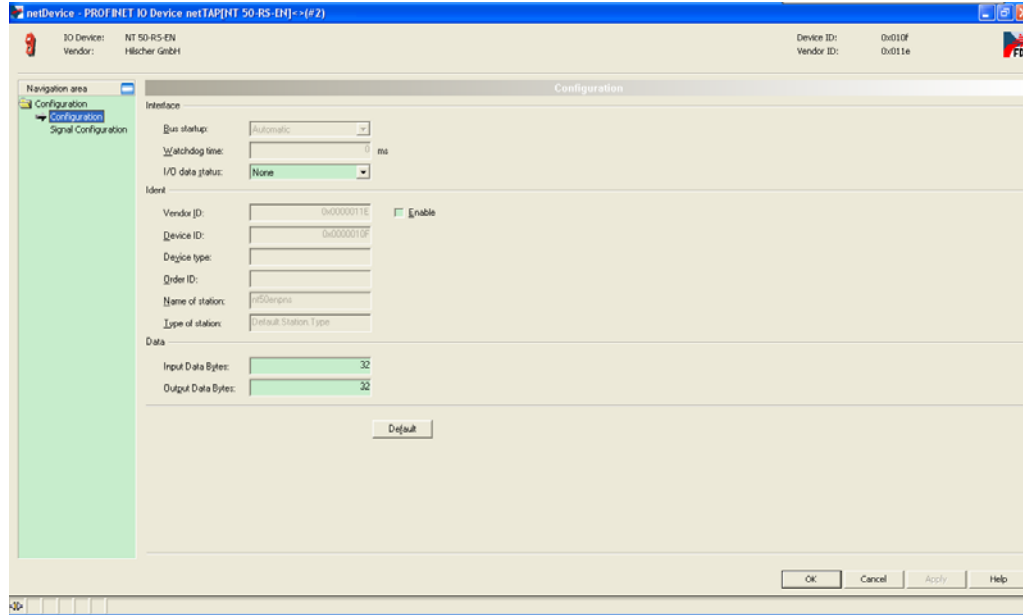

图 28
- 1) 假设 NT50-RS-EN 网关已完成配置（详细配置步骤参见网关操作指南），并且对于 PROFINET 通讯参数设置如下，如图 28 所示。网关采用默认站名称 nt50enpns，且输入输出长度均设置为 32 字节。